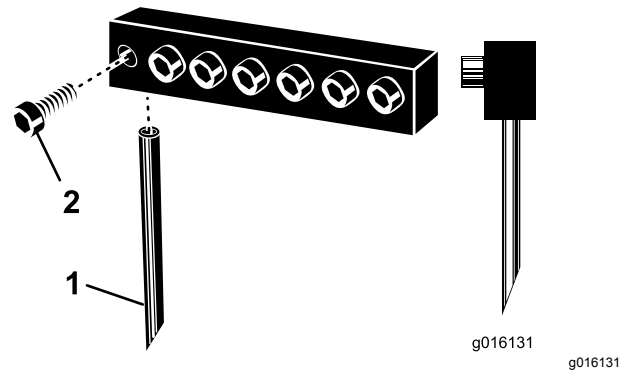

Figure 30
3. Desserrez les boulons de serrage et enlevez les louchets usagés (Figure 30).
**Remarque:** Montez les louchets creux avec la fente d'éjection à l'arrière. Montez les louchets pleins avec l'angle de la pointe face à la machine (Figure 30).